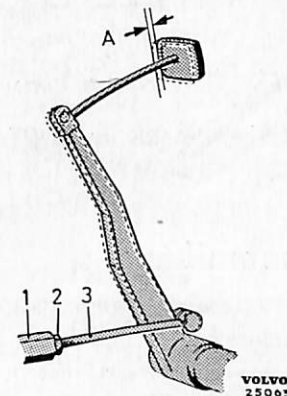

Bild 31. Justering av frigång.
Inställning av bromspedalens frigång sker genom att justera länkstängens (3 bild 31) längd. Lossa därvid låsmuttern (2) samt vrid tryckstängens (1) tills pedalens har en frigång av 7—12 mm (mått A). Drag låsmuttern.